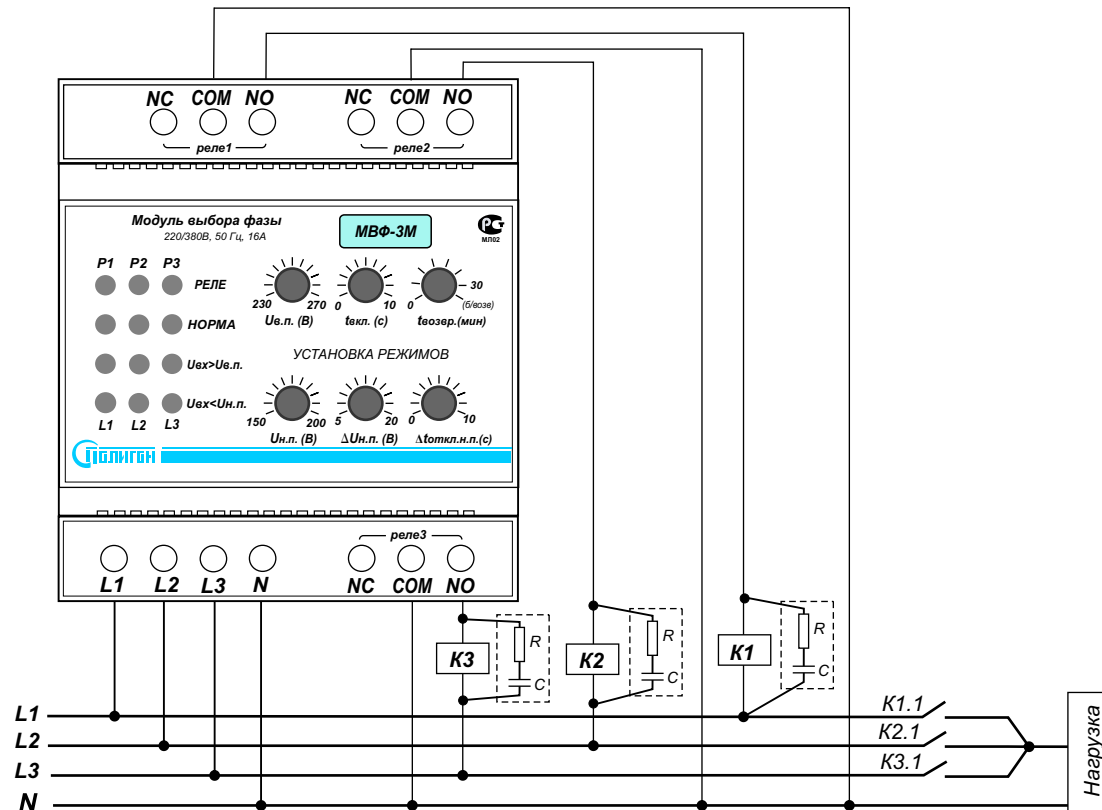

Рис.1. Типовая схема подключения МВФ-3М. Необходимо включать параллельно катушке пускателя искрогасящую цепочку R – 51 Ом 1Вт, С – 0,1 мкФ 630 В.
4.2. Произвести подключение входной контролируемой сети и цепей управления или сигнализации согласно маркировке (Рис.1): L1, L2, L3 — входные контролируемые фазы, они же являются питающими (провода сечением 0,5-1,5 мм кв.); N — нейтраль; контакты реле для подключения цепей управления силовыми контакторами (провода сечением 1,0–2,5 мм.кв.): COM — переключающий, NC — нормально замкнутый, NO — нормально разомкнутый.
схеме (рис.1).